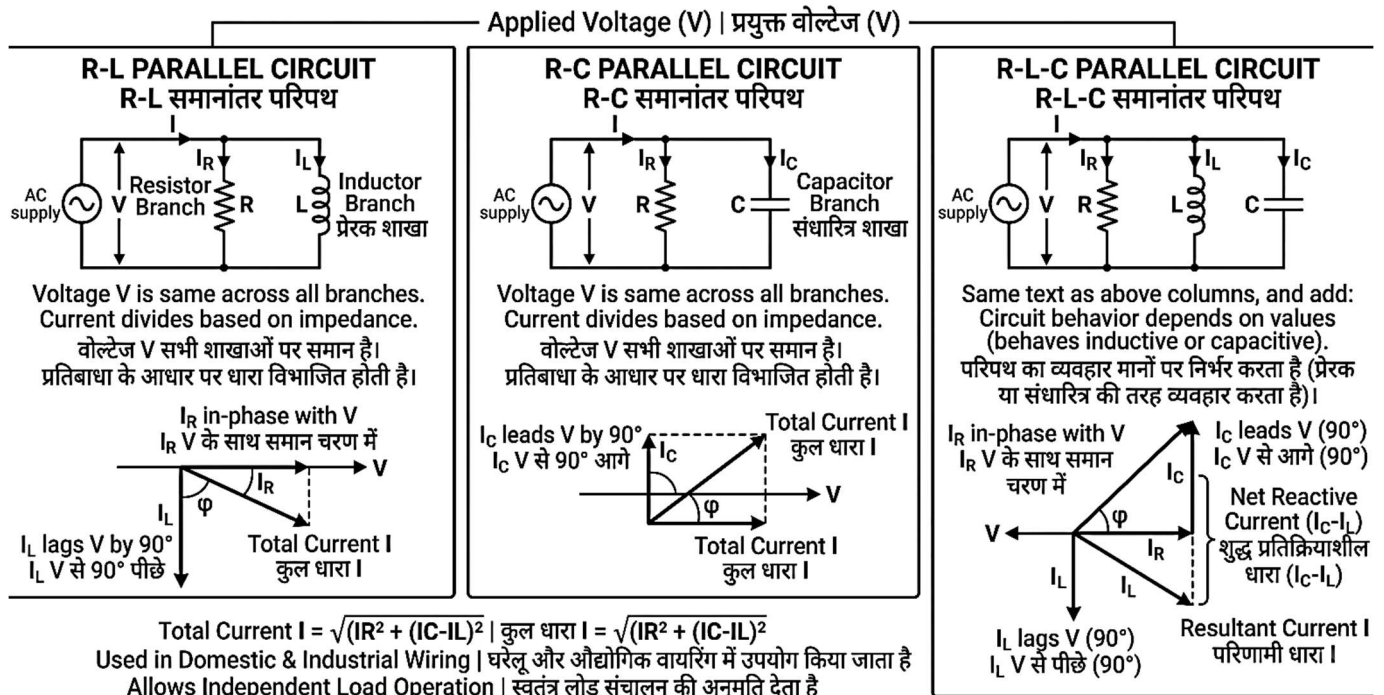

Fig. 5.3: R-L, R-C and R-L-C Parallel AC Circuits | R-L, R-C एवं R-L-C समानांतर AC परिपथ
5.3.1 Introduction (Fig. 5.3)
5.3.1 परिचय (Fig. 5.3)